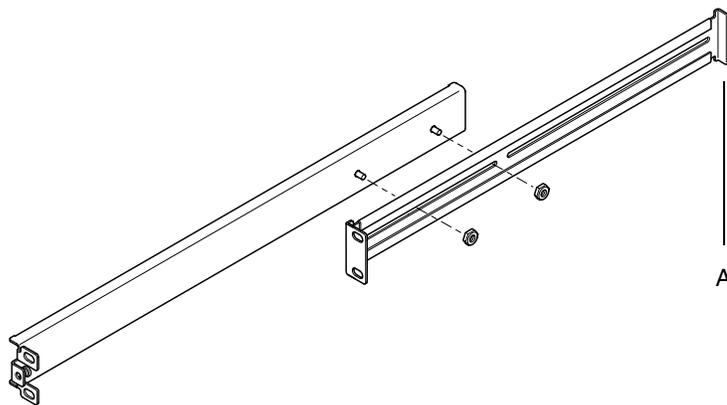

図 3-2 高さ 72 インチの Sun StorEdge 拡張ラックのスライド式取り付け具
高さ 72 インチ (幅 19 インチ) の Sun StorEdge ラックでは、二段に曲がった部分 (A) が背面側になります (図 3-2 を参照)。